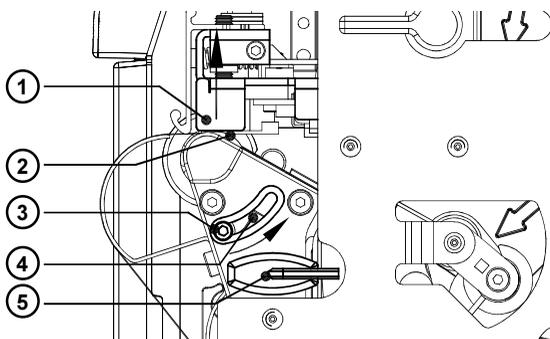

Bild 7g Einstellung der Druckkopfabstüzung
1. Die momentane Stellung der Druckkopfabstüzung (2) ist an der Stellung der Schraube (3) im Langloch (4) ablesbar.
2. Für breite Etiketten empfiehlt sich die im Bild 7g gezeigte Stellung. Hier ist die Druckkopfabstüzung (2) vollkommen deaktiviert.
3. Bei der Verwendung schmaler Etiketten legen Sie zur Justage einen zweiten Etikettenstreifen am äußeren Ende der Druckwalze ein. Lösen Sie die Schraube (3) mit dem Sechskantschlüssel (5) und schieben Sie sie langsam in Pfeilrichtung, bis die Druckkopfabstüzung (2) die Druckkopfhalterung (1) berührt.
4. Ziehen Sie die Schraube (3) an.